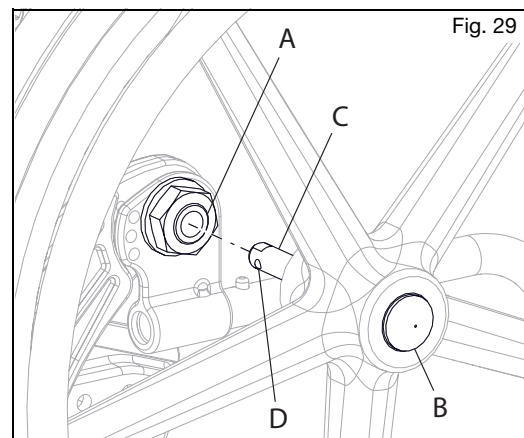

Fig. 29
- Appuyez sur le bouton de déverrouillage rapide (Fig. 29:B) sur l'essieu (Fig. 29:C) pour permettre aux billes de verrouillage de se rétracter. Prenez note de la différence entre la position étendue et enfoncée du bouton de déverrouillage de l'essieu et son effet sur les billes de verrouillage à l'autre extrémité de l'essieu.
- Appuyez à nouveau sur le bouton de déverrouillage rapide et faites glisser l'essieu dans le manchon d'essieu (Fig. 29:A).